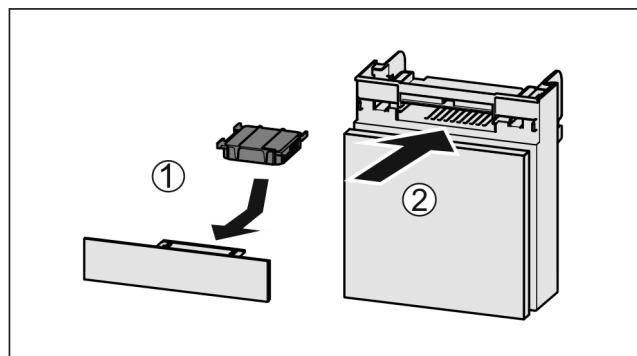

Fig. 237
- ▶ Установите фильтр с активированным углем, как показано на рисунке Fig. 237 (1).
- ▶ Вставьте отделение Fig. 237 (2).